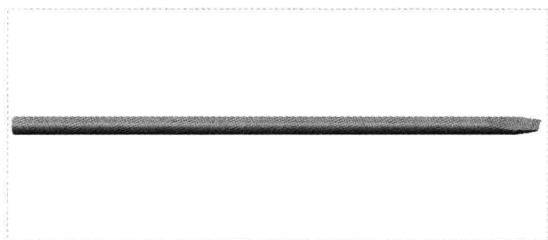

图 15-41 创建边倒角特征 2
Step 19 单击“应用并保存在工具中所做的所有更改，然后关闭工具操控板”按钮, 完成倒角特征的创建，如图 15-41 所示。